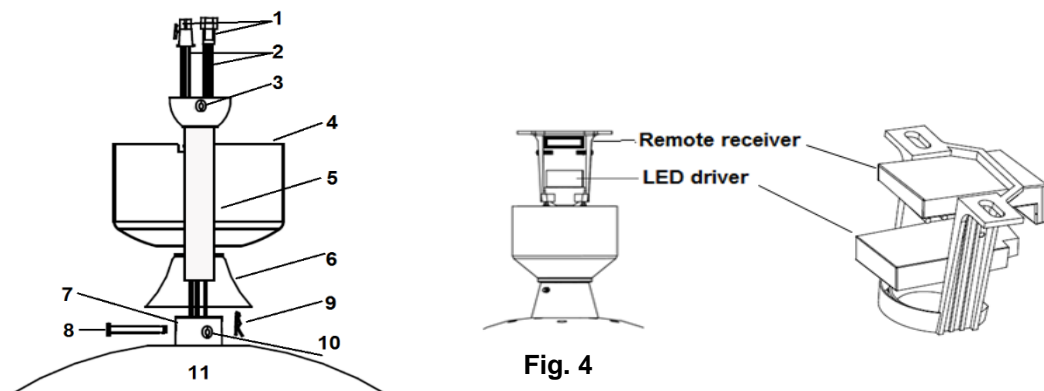

Fig. 4
2. Levante con cuidado el ventilador y coloque el conjunto de bola de la varilla ubicada en el espacio asignado en el soporte de montaje y trabe la bola en su lugar. Inserte el controlador del LED en la parte inferior del soporte de montaje y luego inserte el receptor remoto en la parte superior del soporte de montaje. Fig. 4